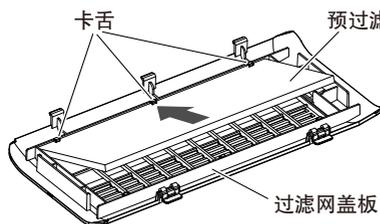
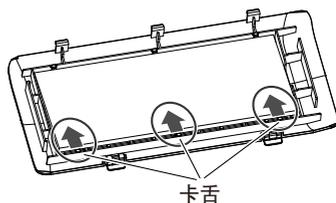

图 4
图 5
- 将预过滤网放入过滤网盖板一侧的卡舌 (3 处) 内 (图 4)，并沿着箭头的方向缓慢地将其逐个推入另一侧的卡舌 (3 处) (图 5)。安装时请避免卡舌在其与预过滤网的接触部位造成损坏或变形。